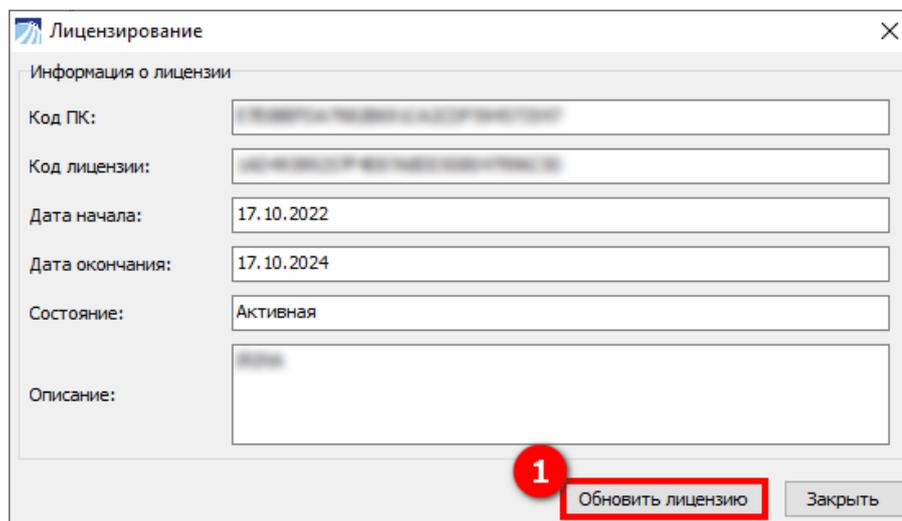

Рисунок 16 – Информация о текущей лицензии
После регистрации программы у правообладателя, при выборе данного раздела будет отражена информация о лицензии (см. рисунок 16).
Для внесения изменений в действующую лицензию, ее обновление необходимо нажать кнопку **Обновить лицензию** (1) (см. рисунок 16).